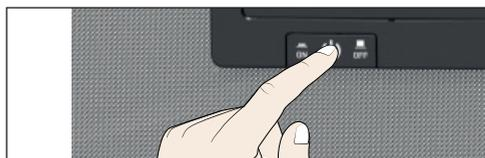

Fig. 34 Spegnimento del VO
3. Spegnere il VO dall'interruttore principale (Fig. 34).